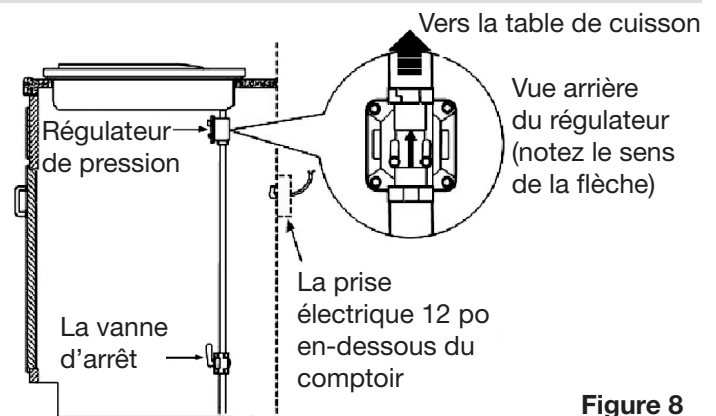

Figure 8
- La ligne d'alimentation en gaz doit être équipée avec une vanne d'arrêt approuvée. Dans un endroit d'accès facile dans la même pièce que la table de cuisson. Ne pas bloquer l'accès à la vanne d'arrêt. Assurez-vous de savoir comment et où fermer l'alimentation en gaz à la table de cuisson. Installez la prise électrique 12 po en-dessous du comptoir (voir figure 8).